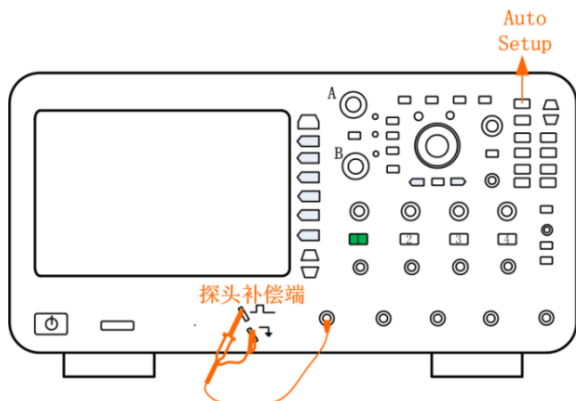

图 5-3 探头连接
(2) 恢复默认状态后，可接入信号，使用普通无源探头与面板上的“探头补偿端”进行连接，如下图 5-3 所示。
使用 ZP1025SA 型号的探头（由于公司探头会不断地更新升级，最终以实际标配的实物为准），探头的衰减档位有 X1 档和 X10 档，比率为 1:1 和 10:1，接入示波器中（将探头母头 BNC 端对准示波器通道 CH1 BNC 插头，按下向右旋转即可，同时将探头的探针接到示波器探头补偿端接口，鳄鱼夹接地），具体如图 5-3 所示。
注：若探头接入的不是 CH1 而是 CH2、CH3 或 CH4，则按下面板上的【1】软键，软键变灰则关闭通道。按下【2】、【3】或【4】软键则打开相应通道则软键变亮，如图 5-3 所示。